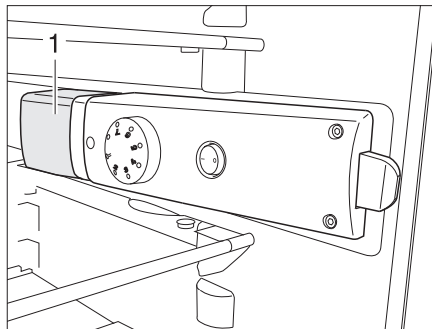

Fig. 370 Lampada del frigorifero
- Afferrare la parte posteriore sotto la copertura della lampada (Fig. 370,1) e sollevarla di ca. 3 mm.